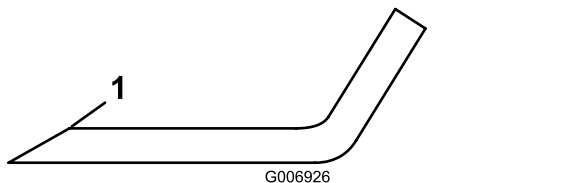

Figura 97
5. Inspeccione los filos de corte de todas las cuchillas. Afílelos si están romos o tienen mellas. Afile únicamente la parte superior del filo y mantenga el ángulo de corte original para asegurar un afilado correcto (Figura 97).
6. Si está romo o tiene desperfectos, afile únicamente el filo superior y mantenga el ángulo de corte original (Figura 97).